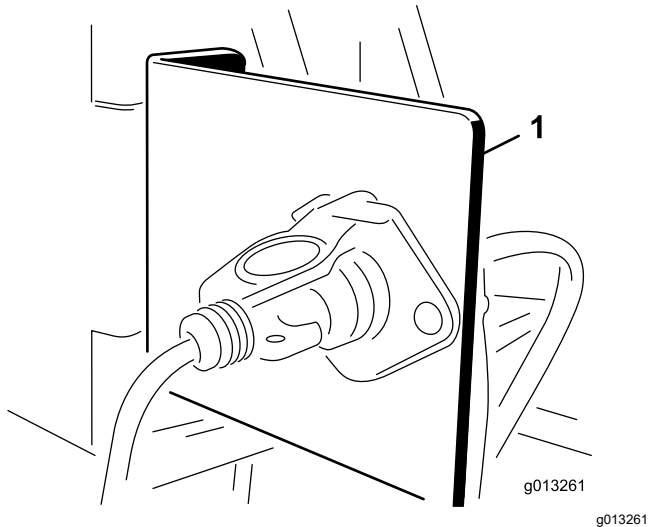

Bild 10
1. Befestigen Sie die Steckdosen-Halterung mit einer der Befestigungshalterungen an einer festen Stelle am Heck der Zugmaschine (Bild 10).